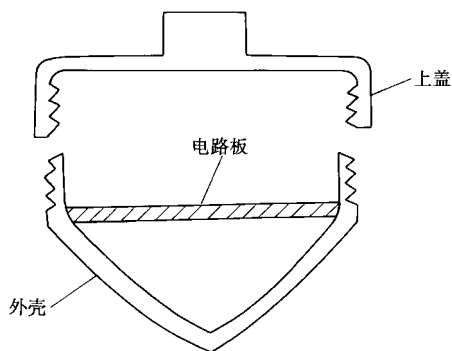

图 2-7
(7) 按照陀螺外壳的内部尺寸，用单面敷铜板制作一块圆形的电路板，要求其直径与陀螺外壳圆锥体和圆柱体结合部的内径相同，使其正好能放在陀螺外壳内而不会晃动(见图 2-7)。